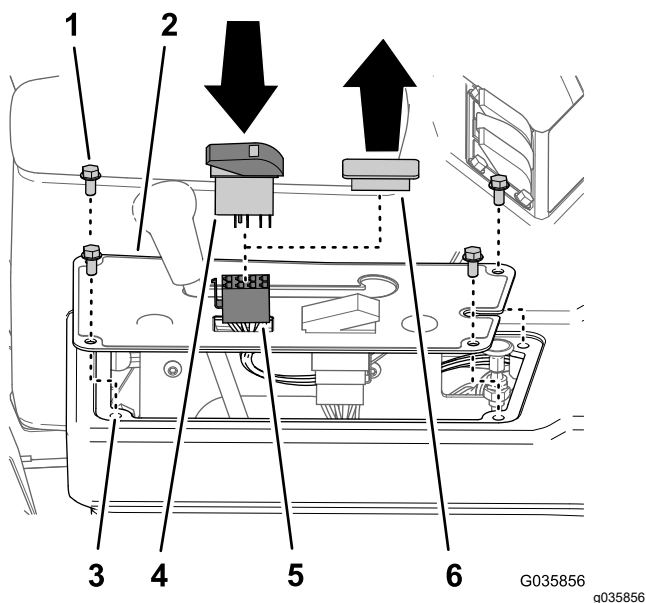

图 34
1. 如图 34 所示如果已安装将面板盖固定至控制台顶部的 4 个凸缘头螺栓 $\frac{1}{4} \times \frac{1}{2}$ 英寸则将其拆下。
- 从控制台的面板盖上拆下开关塞图 34。
- 将超声波喷洒臂修整套件线束的 8 插槽接头对准面板盖中的开口图 34。
- 将标记为超声波模式手动与自动的超声波喷洒臂修整套件线束的 8 插槽接头连接至摇臂开关图 34。
- 将摇臂开关插入仪表板的开口直至开关牢固卡入仪表板图 34。
- 将面板盖中的孔与控制台顶部的孔对齐图 34。
- 使用在步骤 1 中卸下的螺栓图 34 将面板固定到控制台上。